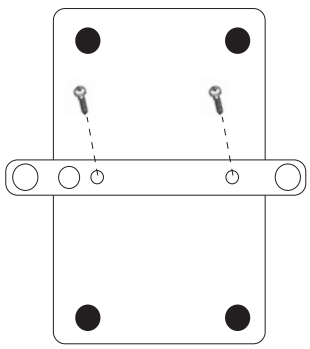

Figure 6.
Étape 1. Insérez les deux vis M3 x 4 à travers la fixation murale et à l'arrière du module de transmission, comme indiqué à la Figure 6.